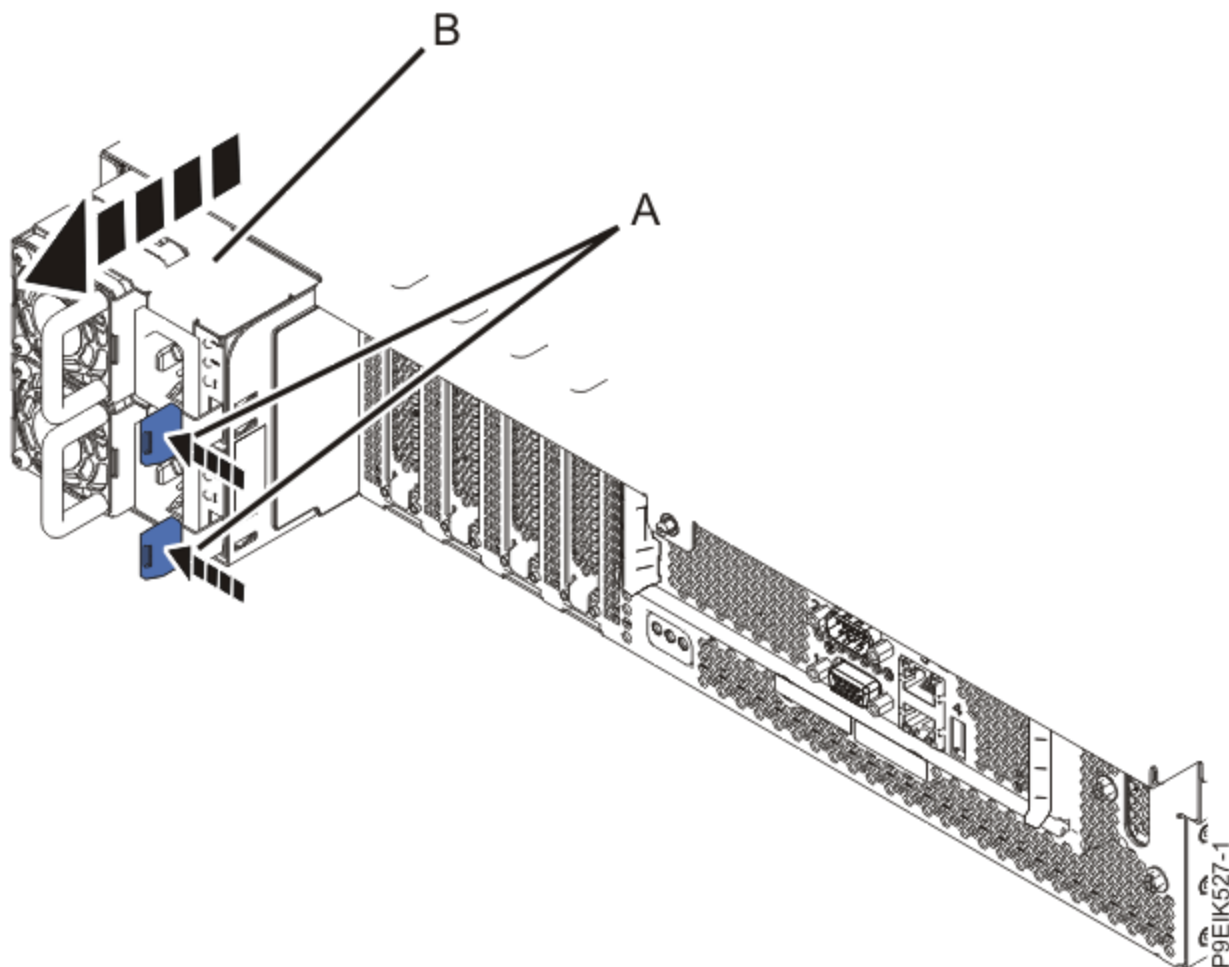

Figure 100. Retrait des blocs d'alimentation du système
3. Retirez les blocs d'alimentation du système comme illustré dans la Figure 100, à la page 115.